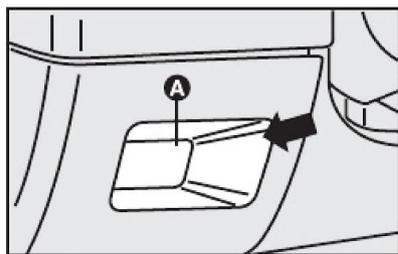

fig. 73
**Tampa da caixa de fusíveis, fig. 73**
A esquerda da coluna de direção, está localizado um porta-objetos **A-fig. 73**.